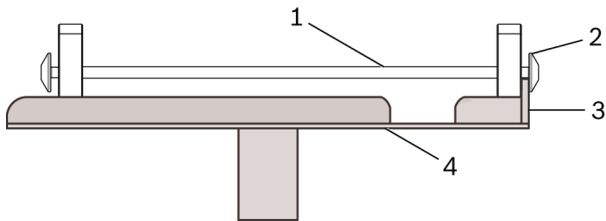

図 2: ユニバーサルプレートのサポート
3. サポートをエンジンとギアボックスジャッキのユニバーサルプレートに配置してください。したがって、表示されているとおり、安全ブッシンググリップがユニバーサルプレートの先端の後ろに確実にかみ合うようにしてください (図 2 参照)。
- ▶ サポートはポイント 3 と図 2 に示すとおりに配置および固定してください。